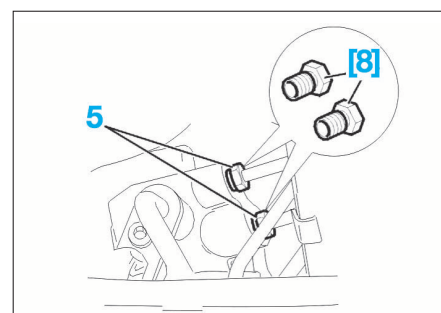

FIG. 24
- Débrancher de la valve, les deux tuyaux d'alimentation (5) (Fig.24) du vérin, et les écarter.